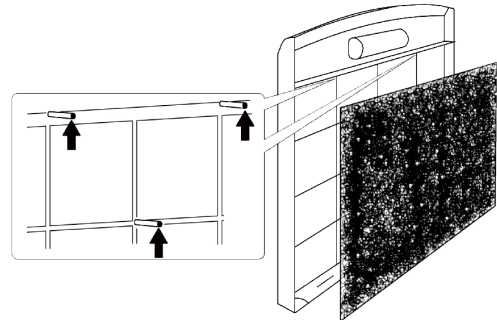

Fig. 1b
2. Coloque el filtro de carbón activado en el marco del prefiltro insertándolo a través de los tres pasadores (Fig. 1b).